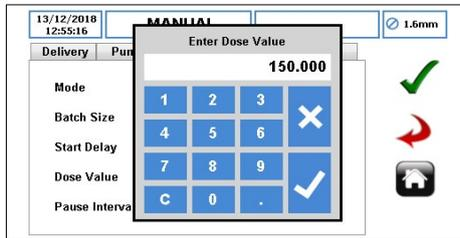

Figure 55 Saisir la valeur de dose
- Sélectionnez la valeur de dose pour définir le volume de la dose. Un clavier apparaîtra alors, comme indiqué à la *figure 55*.